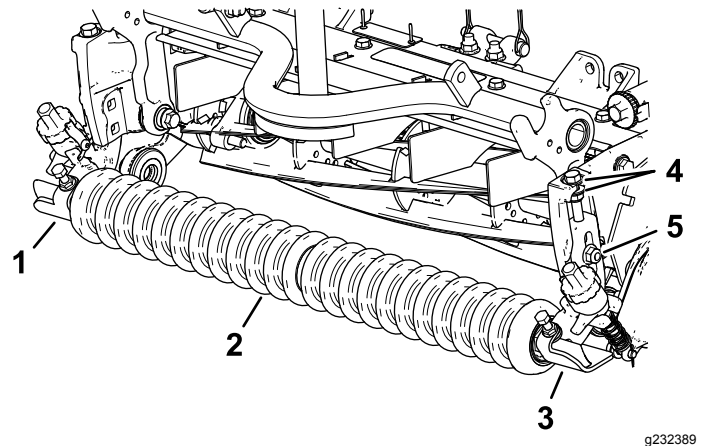

Figura 9
1. Instale sem apertar os conjuntos do suporte da altura de corte esquerdo e direito e o conjunto do rolo frontal nas placas laterais da unidade de corte utilizando os parafusos de carroçaria e porcas de bloqueio anteriormente retirados (Figura 9).